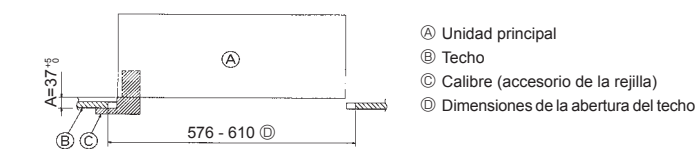

Fig. 2-6
3. Si no puede alinear la unidad principal en el orificio de montaje del techo, se puede ajustar posteriormente gracias a la ranura de la placa de montaje. (Fig. 2-6)